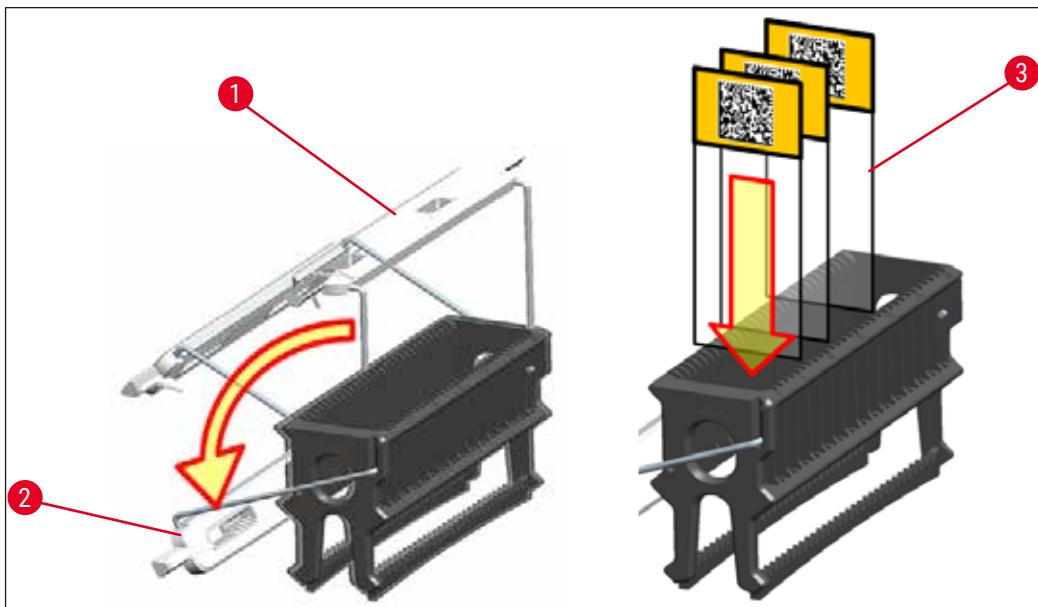

図83
- ラックは Leica のロゴがある側が前面です。ハンドル取り付け後、ハンドルを見ると、「FRONT」の表示が目に入ります (「図83」)。
- ラックハンドルを正立位置にします（→「図83」）。